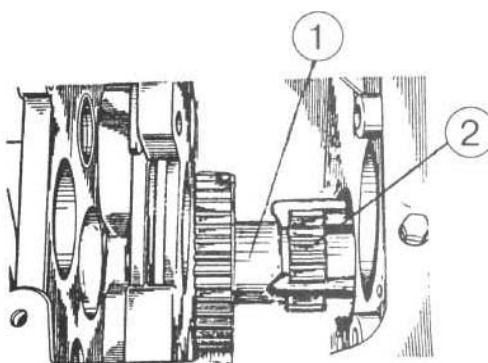

Рисунок 4.64
5) съемником спрессуйте с вала (1) (рисунок 4.64) шестерню (2) с внутренней обоймой подшипника;